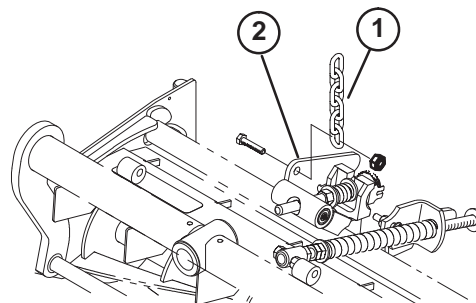

Figure 5
12. Retirez l'écrou qui fixe le support du ressort de compensation à la languette du stabilisateur du plateau de coupe (Fig. 5). Insérez la chaîne de basculement sur la vis et fixez l'ensemble avec l'écrou retiré précédemment.